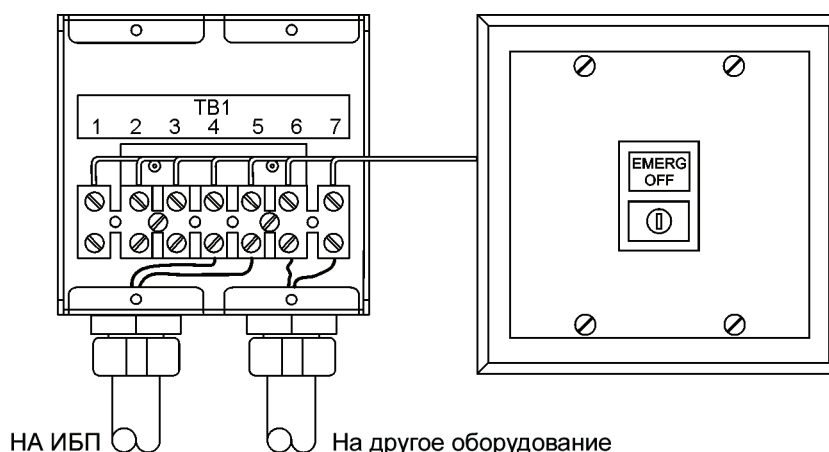

Рис. 4-16. Удаленный выключатель ЕРО
Удаленный выключатель ЕРО используется при аварийных ситуациях для дистанционного выключения ИБП и питания критической нагрузки. Удаленный выключатель ЕРО показан на Рис. 4-16.
11. Если необходимо, подключите проводку удаленного выключателя ЕРО к выключающей цепи защитных устройств. Нормально-разомкнутый (НР) контакт находится между клеммами 6 и 7 удаленного выключателя ЕРО (где применимо), как показано на Рис. 4-16. Проводка удаленного выключателя ЕРО должна подключаться согласно электротехническим правилам и нормам.